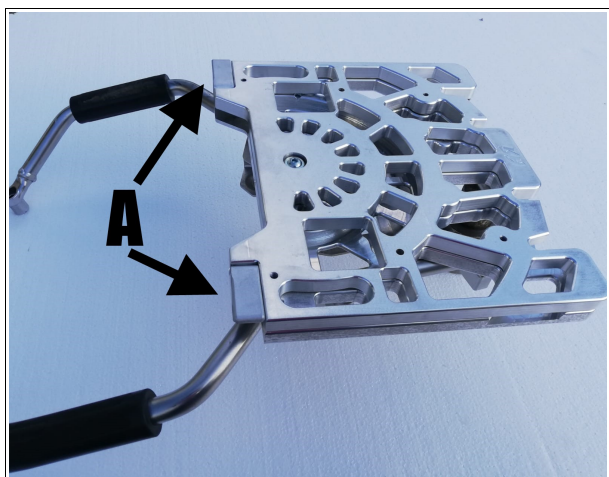
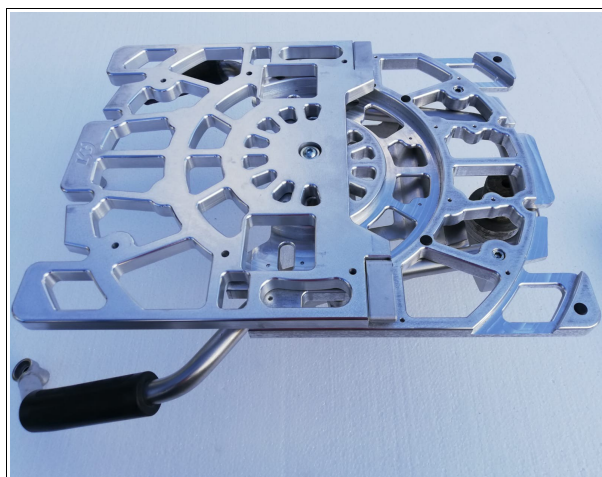

Fig. 1
Fig. 2
Il prodotto è costituito da due piastre: il meccanismo girevole che permette a quella superiore di passare dalla posizione di Fig. 1 alla posizione di Fig. 2, sia con bauletto montato sia senza, fa sì che l'ingombro in lunghezza del mezzo in fase di parcheggio risulti inferiore rispetto alle piastre normalmente in uso.
- ◆ **PERICOLO!** (Rischio elevato: la mancata osservanza di questa avvertenza può essere causa di danni a persone.) Durante la marcia assicurarsi che la piastra girevole sia nella posizione ordinaria come in Fig. 1 e che le leve bloccanti “A” siano correttamente posizionate per il bloccaggio, come in Fig. 1. NON utilizzare assolutamente la piastra posizionata come in Fig. 2 durante la marcia, ma solamente in caso di sosta.